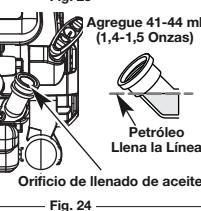

Fig. 24
5. Compruebe el nivel de aceite. El aceite debe quedar exactamente en la parte inferior de las roscas del orificio de llenado de aceite. (Fig. 24)
6. Si el nivel está bajo, agregue una pequeña cantidad de aceite en el orificio de llenado de aceite y vuelva a medir (Fig. 24). Repita este procedimiento hasta que el nivel de aceite a la parte inferior de las roscas en el orificio de llenado de aceite.